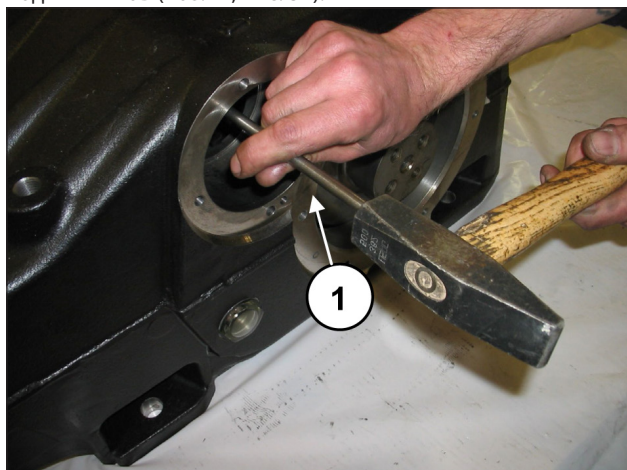
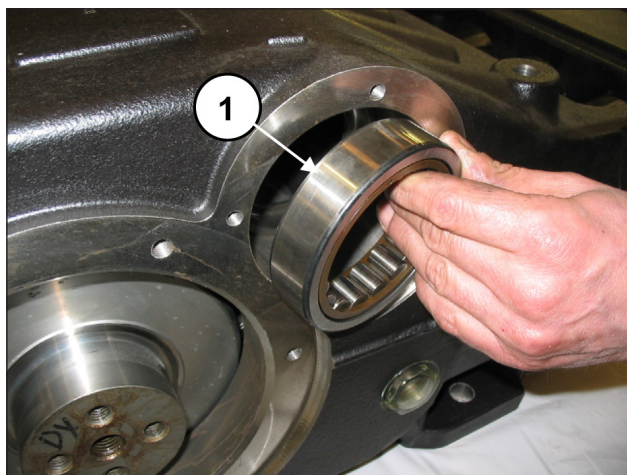
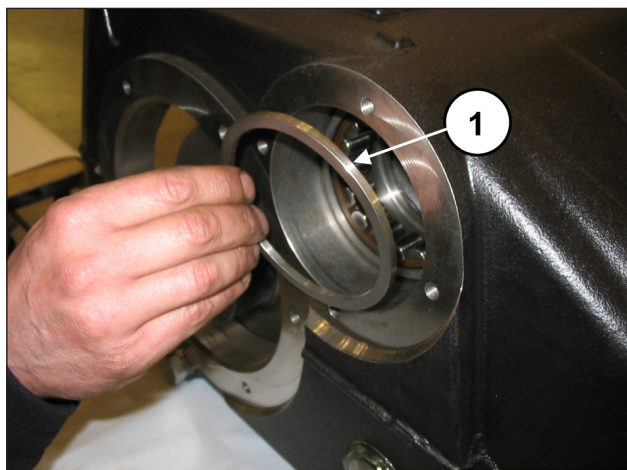
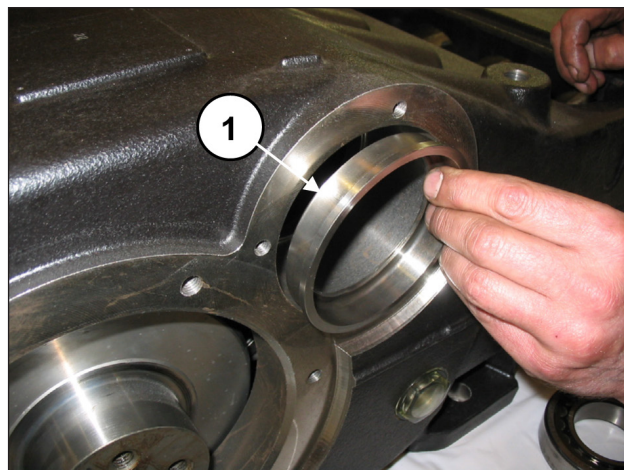

Рис. 34
Рис. 35
Рис. 36
Рис. 37
С помощью стержня достаточной длины (поз. ①, Рис. 34) и ударной массы извлеките из картера насоса кольца подшипников (поз. ①, Рис. 35), распорный элемент внешнего подшипника (поз. ①, Рис. 36) и втулку для смазки подшипников (поз. ①, Рис. 37).